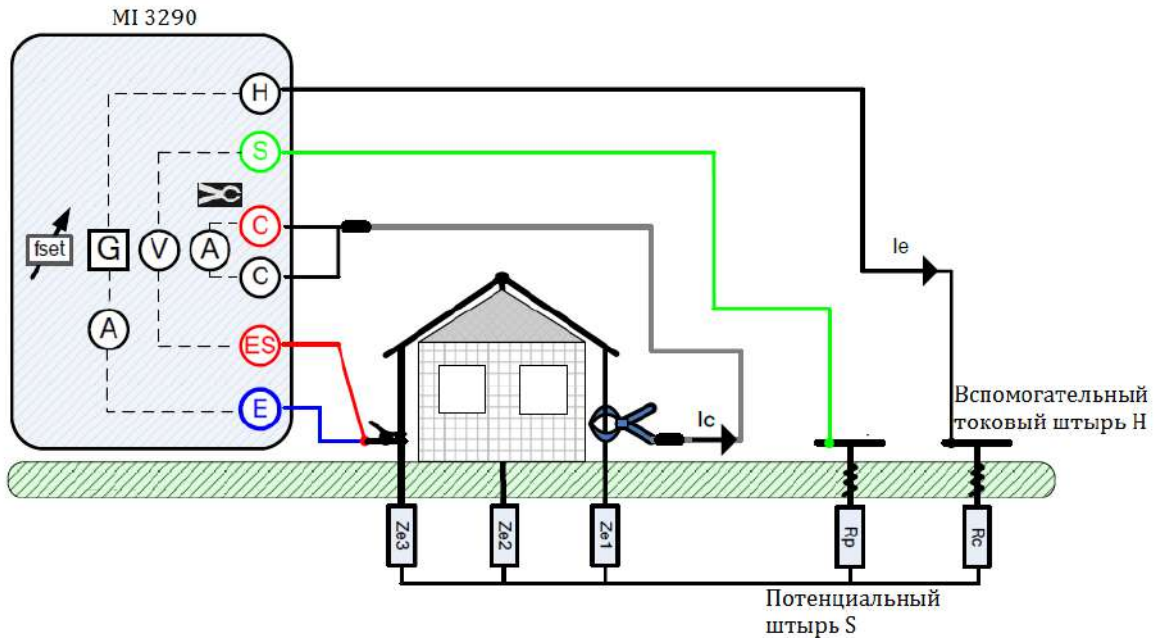

Рисунок 11.14: Пример селективного измерения (железные клещи)
- Соберите схему согласно рис. 11.14.